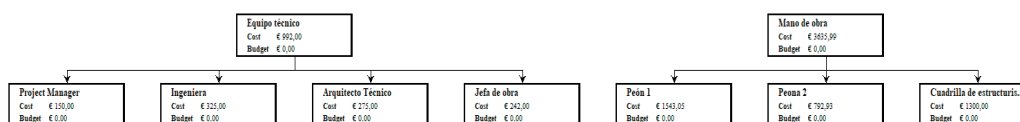

Figura 56.
- *RBS*: muestra los recursos esquematizados mediante un diagrama de flujo (si se han insertado grupos en la Tabla de recursos), como en la figura 56. Permite modificar la relación de dependencia y la organización de los recursos, haciendo clic y arrastrando el cursor entre los recuadros.